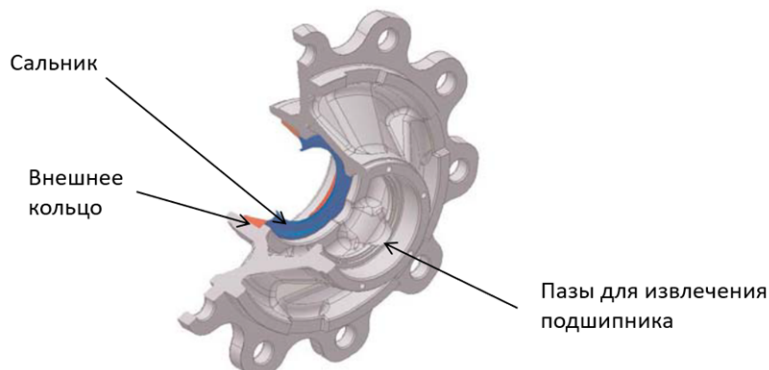

рисунок 48 — Внешнее кольцо
2. Извлеките внешние кольца подшипников из ступицы (рисунок 48).